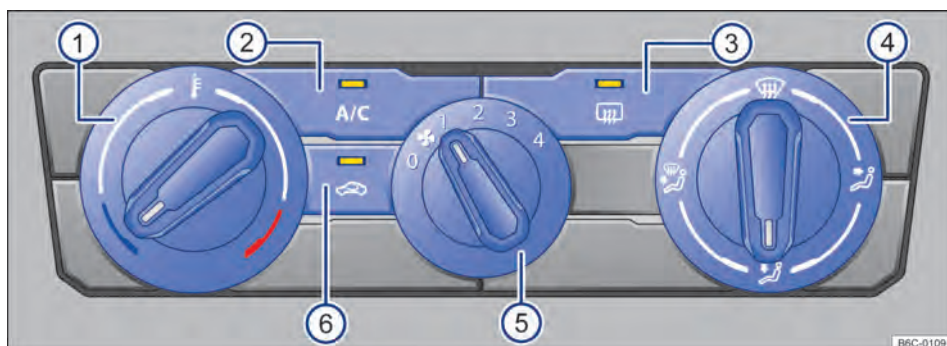

Fig. 81 Comandos do ar-condicionado.
- *Ar-condicionado*: girar o regulador do ventilador para o nível 0 → Fig. 81 (5).
- *Ar-condicionado*: pressionar o botão **A/C** → Fig. 81 (2) para ligar e desligar o funcionamento da refrigeração.
- *Ar-condicionado*: girar o regulador rotativo esquerdo → Fig. 81 (1).
- *Ar-condicionado*: girar o regulador do ventilador → Fig. 81 (5).
- *Ar-condicionado*: pressionar o botão → Fig. 81 (6).
- *Ar-condicionado*: girar o regulador da direita → Fig. 81 (4) para posição desejada.
– **Ar-condicionado:** girar o regulador direito para a posição  → Fig. 81 ④.
– **Ar-condicionado:** pressionar o botão  → Fig. 81 ③.